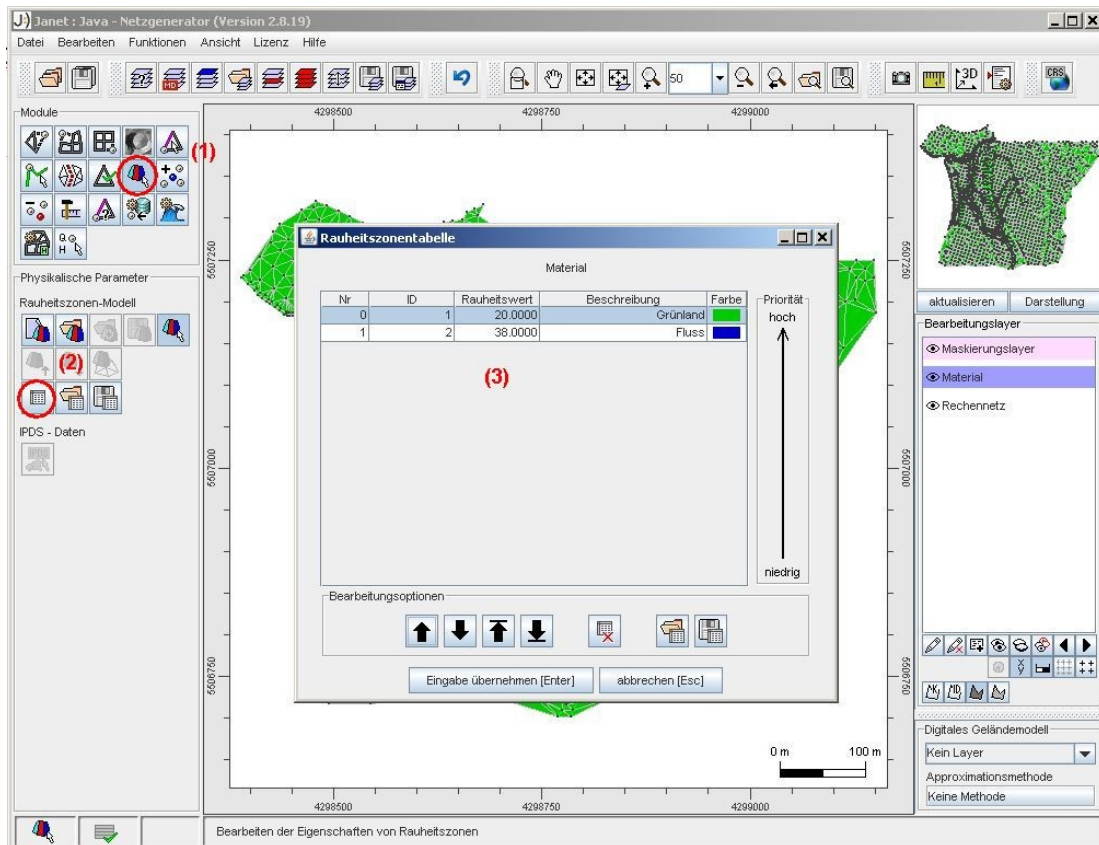

Abbildung 5: Rauheitszonentabelle – Materialdaten.
Innerhalb des Moduls 'Physikalische Parameter' (1) können mit der Funktion 'Bearbeiten der Rauheitstabelle' (2) in der Rauheitszonentabelle, Materialdaten angezeigt, eingeladen, editiert und gespeichert (als *.tbl im Ascii-Format) werden (3) (vgl. Abbildung 5).